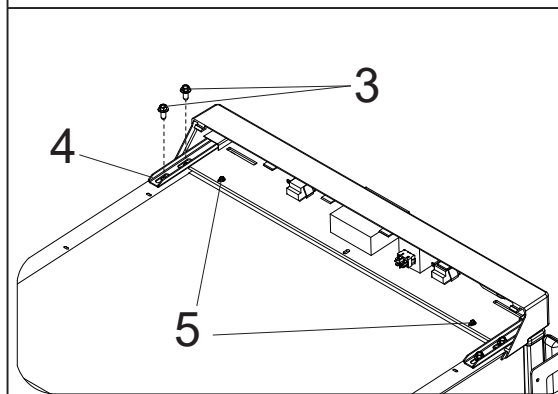

Рисунок 3
2. Торцовым ключом на 8 выкрутите болты 3 верхней петли 4 (см. рис. 3). Торцовым ключом на 7 ослабьте винты 5 передней панели (см. рис. 3).